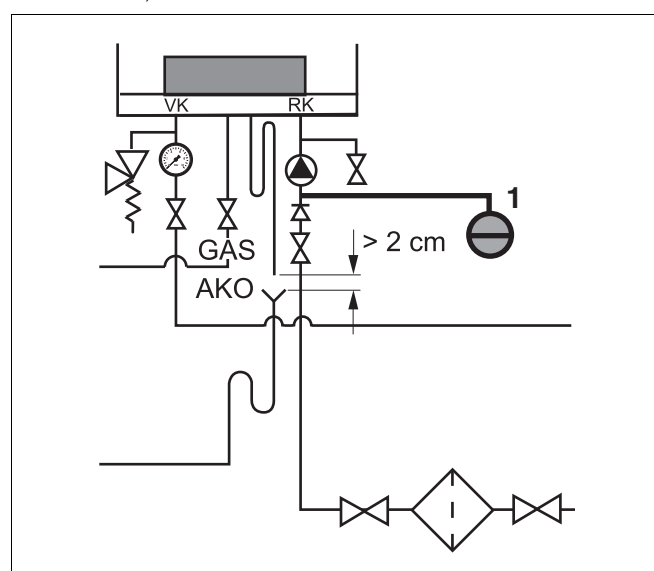

Fig. 21 Racordați vasul de expansiune la instalația unică
- Racordați vasul de expansiune la cazanul retur (RK). Dacă este prezentă o butelie de egalizare, racordați vasul de expansiune la partea secundară a buteliei de egalizare la retur (fig. 21, poz. 1).